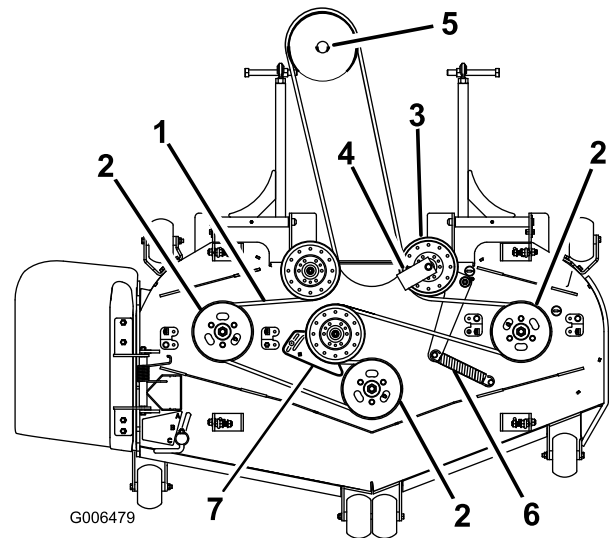

**Figure 62**
3. Retirez les couvercles de courroie (Figure 62).